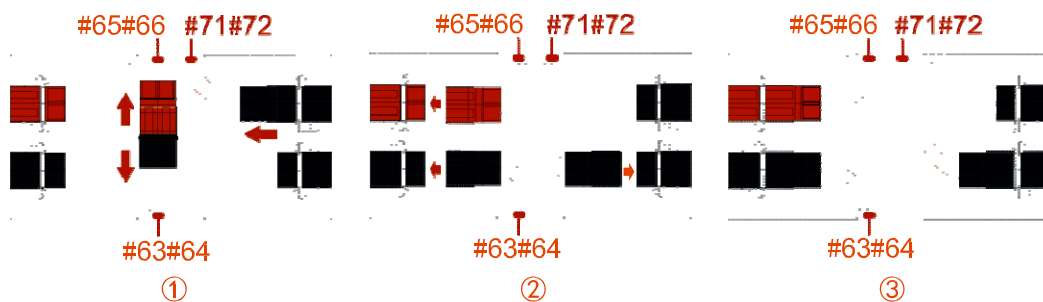
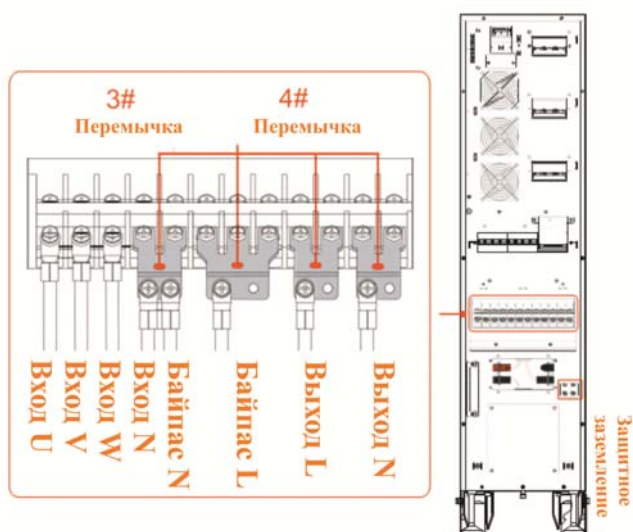

Рис. 3-22 Подключение установочной перемычки для 31 режима
Рис. 3-23 Медные перемычки и диаграмма подключения для 31 режима
Если ИБП из режима 33 должен быть переключён в 31 режим, отсоедините кабели, подключённые к клеммам. Сначала необходимо извлечь перемычку установки режима (как показано на Рис. 3-22 ①), затем установить её в соответствующее гнездо (как показано на Рис. 3-22 ②, ③). Возьмите три медные перемычки 3# и одну медную перемычку 4# из принадлежностей, подключите их к клеммным выводам ИБП (как показано на Рис. 3-23).